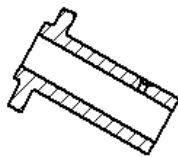

图 10.4.18 创建剖视图 C-C
(4) 创建剖视图。选择 **主页** 选项卡 **图纸视图** 区域中的  剖视图 命令，选取上一步创建的切割平面剖切线，然后选择合适的位置单击，生成全剖视图，结果如图 10.4.18 所示。